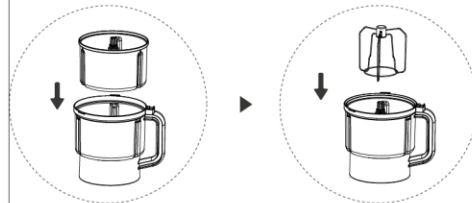

图11-1
1. 将切丝切片打发桶放入到多功能杯中（见图 11-1）；
2. 将打蛋网固定在切丝切片打发桶上（见图 11-1）；